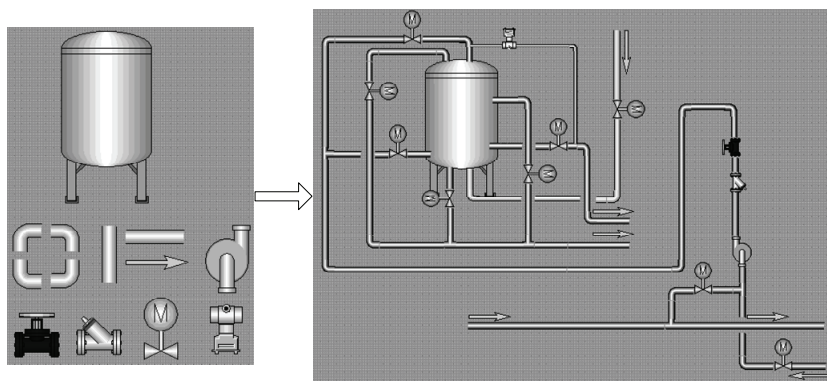

图 17-30 组态工艺流程
2) 组态“净水器”画面。新建画面，命名为“1#高效净水器.Pdl”，打开图形编辑器，打开“WinCC 图库”，选择“Global Library”中的“Siemens HMI Symbol Library 1.4.1”文件夹，选择“Tanks”文件夹中的“Tank36”，“Pipes”文件夹中的“Short horizontal pipe”、“Short vertical pipe”及“90° Curve”，“Pumps”文件夹中的“Vertical pump”，“Values”文件夹中的“Check value”、“Hand value”及“3-D Rotary actuated”，“Sensors”文件夹中的“Pressure transmitter”，“Arrows”文件夹中的“Straight arrow”，将它们拖动到绘图区，并调整大小、颜色及位置，如图 17-30 所示。从“Standard Objects”中选择“Static Text”添加到画面中，对各个管道、阀门、泵进行说明。从“Smart Objects”中选择“I/O Field”，并连接到变量，以便能够显示压差和浊度的当前值。完整的工艺流程画面如图 17-18 所示。